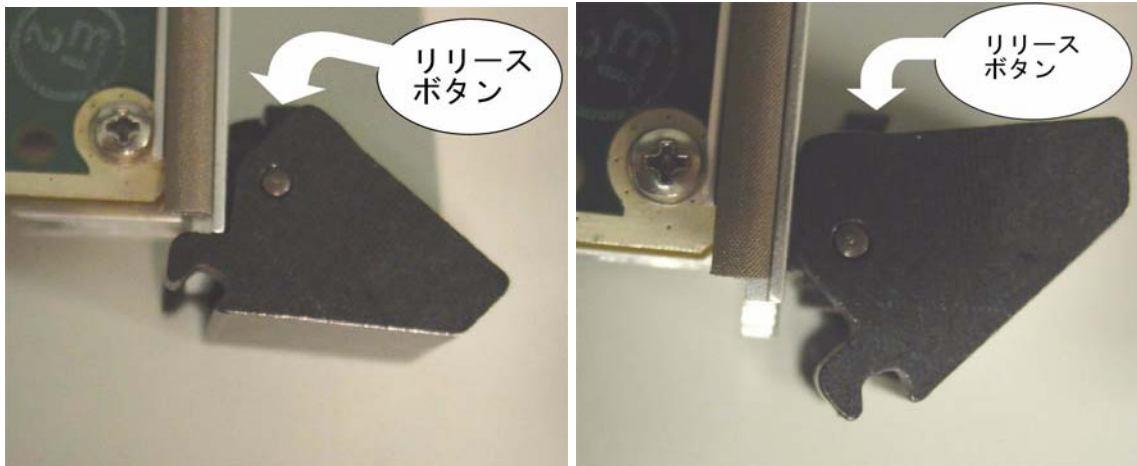

図 1-15 ラッチのオープン位置 (左) とロック位置 (右)
3. ラッチ内側のリリースボタンを押し、ラッチを開いてください。これがラッチがオープンな状態の位置です (図 1-15 参照)。